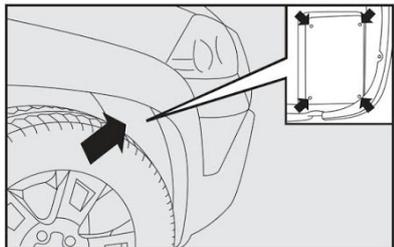

fig. 44
- 1) retirar a tampa de inspeção dos faróis de longo alcance, localizada no interior do vão da roda **fig. 44**, utilizando uma chave phillips nos parafusos indicados no detalhe **fig. 44**.